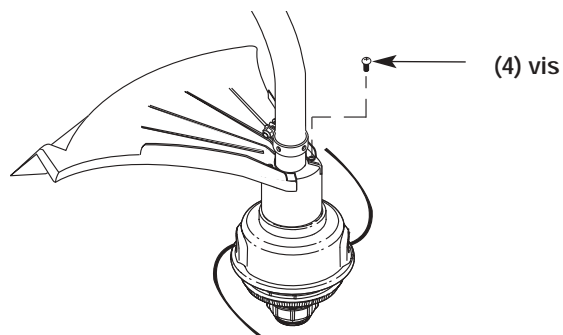

Figure 5
3. Installez les quatre (4) vis à l'aide d'un tournevis à empreinte cruciforme (Fig. 5).